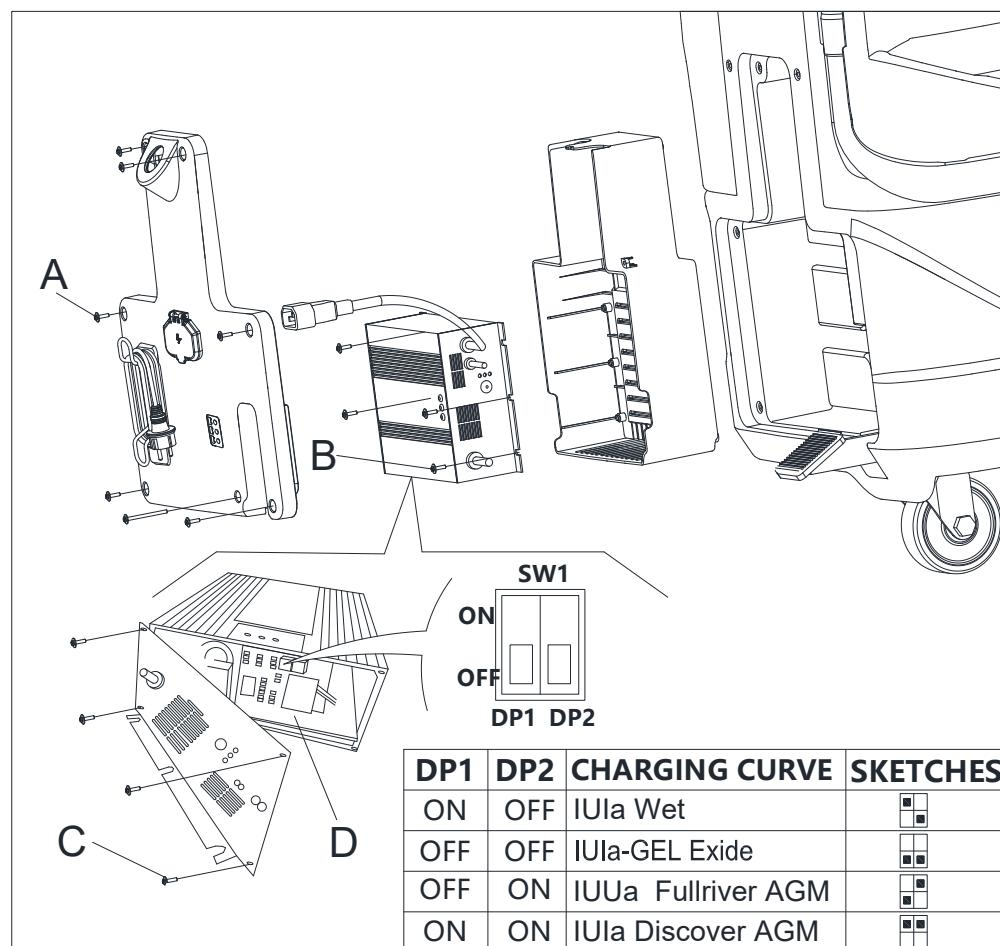

Рис. 4.1
11. Открутите винты (A, B, C, Рис. 4.1).
12. Откройте зарядное устройство и найдите комплект переключателей sw1 (D, Рис. 4.1).
13. Настройте переключатели в соответствии с таблицей на Рис. 4.1.
14. Установите винты (A, B, C, Рис. 4.1) на место после завершения настройки.